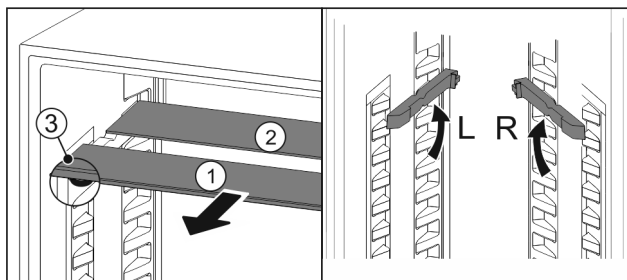

Fig. 163
- Trekk glassplatene enkeltvis fremover og ut Fig. 163 (1).
- Glassplate Fig. 163 (1) med pyntelist ligger foran.
- Stoppere Fig. 163 (3) peker nedover.